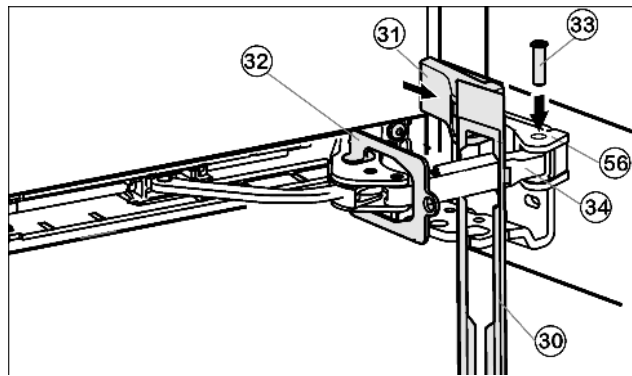

Fig. 19
- ▶ Навесьте накладку Fig. 19 (30) на амортизационную скобу таким образом, чтобы передние защелки показывали вперёд, а передняя сторона была направлена к устройству.
- ▶ Притяните амортизационную скобу Fig. 19 (34) к опорной детали Fig. 19 (56) и сверху вставьте палец Fig. 19 (33) таким образом, чтобы квадратная головка сидела в углублении.
- ▶ Установите и защелкните крышку Fig. 19 (31).
- ▶ Выкрутите фиксатор Fig. 19 (32).
- ▶ Защелкните накладку Fig. 19 (30) на дверце.